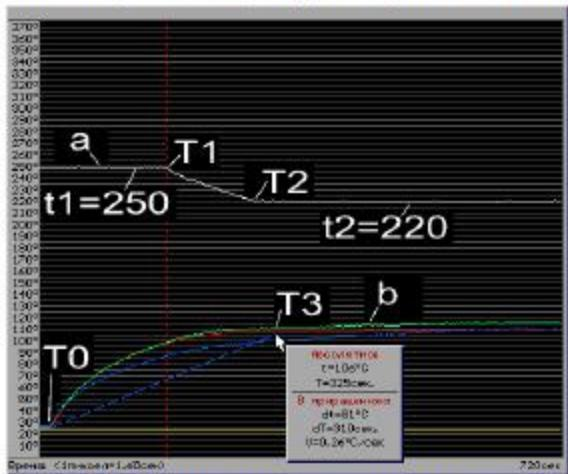

Рисунок 1. Термографик подогрева печатной платы
В результате многочисленных экспериментов отработан оптимальный порядок операций, обеспечивающих качественный подогрев печатных плат с помощью термостолов системы ТЕРМОПРО. Процесс подогрева проиллюстрирован экспериментальным термографиком (рис.1). Кривая «а» - температура поверхности термостола. Семейство кривых «б» - температура поверхности печатной платы, измеренная по трем точкам. Температуры и временные точки указаны исключительно для данного примера. Для получения нужной вам характеристики нагрева необходимо самостоятельно подобрать температуры и временные точки.
2. Закрепить печатную плату над рабочей поверхностью с зазором, при необходимости установить на нее термодатчик (точка Т0 рис. 1);
3. Выдержать плату по времени (до точки Т1 рис. 1);
4. Уменьшить температуру стабилизации до значения $t_2=220^\circ$ (температура рабочей поверхности падает до значения t_2 за время T_2-T_1 рис. 1). Уменьшение температуры рабочей поверхности необходимо для предотвращения дальнейшего роста температуры платы по экспоненциальной характеристике;
5. Выдержать плату по времени (от точки Т2 до Т3 рис. 1). Увеличение продолжительности выдержки платы на участке от Т2 до Т3 позволяет уменьшить температурные перепады по поверхности платы, а также на крупных компонентах. В нашем примере температура платы в точке Т2 равна 110° и после точки Т3 продолжает медленно нарастать, это говорит о том, что температуру t_2 следовало установить меньше, чем 220° , например, 210° . В идеале необходимо подобрать такую температуру t_2 , чтобы на участке от Т2 до Т3 температура платы была постоянной.
- **Расположение и размеры электронных компонентов:** количество компонентов, их размеры и плотность их размещения на плате также сказывается на равномерности прогрева платы. Если несколько массивных компонентов расположены рядом, то этот участок платы будет нагреваться медленнее, чем области с мелкими компонентами. Для снижения влияния этого фактора рекомендуется уменьшить скорость нагрева, а также увеличить время выдержки платы (между точками T2 и T3 рис. 1) перед началом операции пайки.